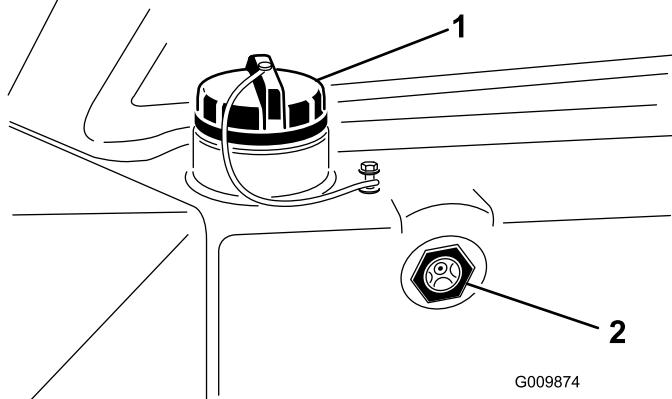

図 29
2. 油圧オイルタンクの側面についている点検窓からオイルの量を点検する (図 29)。
- オイルが冷えている状態で少なくとも窓の下のフチまでオイルがない場合は補給する。タンクのキャップを外し、高品質の油圧オイルを点検窓の下のフチまで補給する（図 29）。入れすぎないこと。